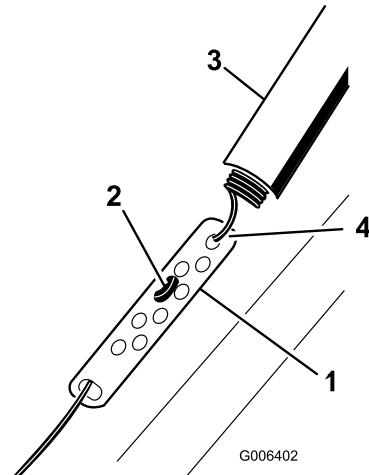

Рисунок 26
- Сдвиньте вверх крышку пружины и отсоедините пружину от регулировочного звена (Рисунок 26).